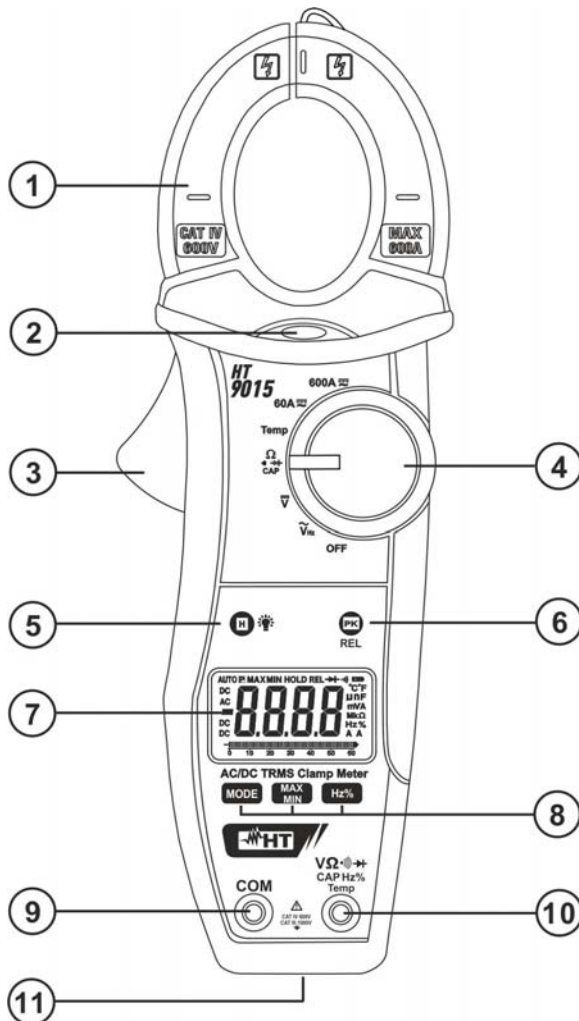

Fig. 1: Descrizione dello strumento
1. Avvicinare lo strumento in prossimità di una sorgente AC e notare l'accensione del LED rosso alla base del toroide (vedere Fig. 1 – parte 2) che ne sottolinea la presenza